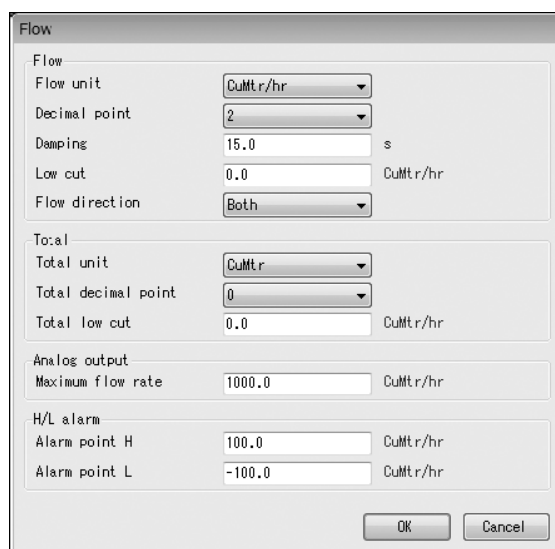

図3-30
- ① メニューの「Setup (S)」をクリックし、「Fld dev vars」のドロップダウンリストの中から、「Flow」を選び再度クリックします。
- ② 次のウィンドウ (図3-30) が表示されます。